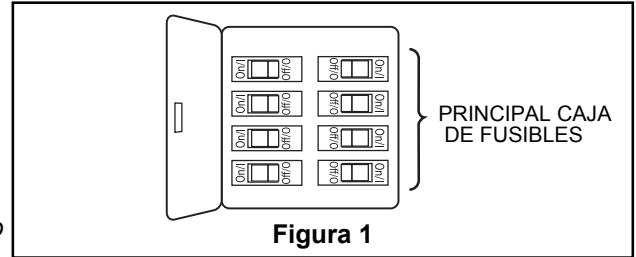

Figura 1
Para evitar una posible descarga eléctrica, asegúrese de cortar la alimentación eléctrica de la caja de fusibles principal antes de alambrado el ventilador. (Figura 1)
1. Extraiga uno de los tornillos de hombro en el soporte del gancho. Afloje el segundo tornillo de hombro sin extraiga completamente. Instale la cubierta rotando la ranura clave en la cubierta sobre el tornillo de hombro del soporte del gancho. Fije el tornillo de hombro. Instale adecuadamente y fije el segundo tornillo de hombro que fue anteriormente guardado. (Figura 1)